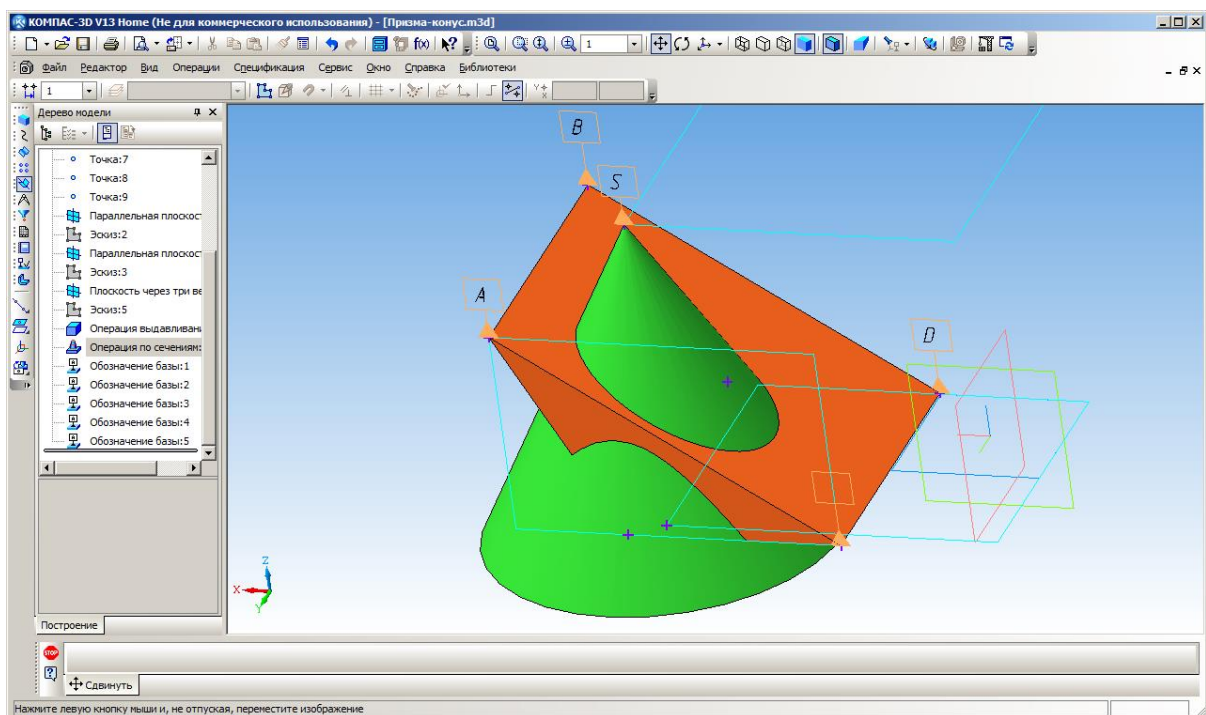

Рис. 5. Модель призмы и конуса
- **Редактирование детали** — **Операция выдавливания** — выдавить эскиз на высоту Н. Будет построена модель призмы (рис. 5);
- **Редактирование детали** — **Операция по сечениям** — указать эскизы. Будет построена модель конуса. Линии пересечения создаются автоматически (рис. 5). Сохранить файл рис. 5.
– открыть 3D-модель призмы и конуса (рис. 5);
- ➔ файл рис. 5;